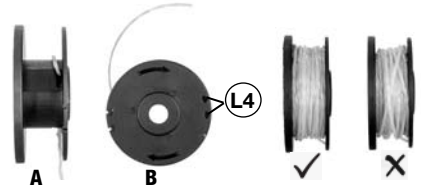

FIG 12
### REPLACEMENT DE LE FIL DE COUPE (FIG 12)
- Insérez une extrémité de la nouvelle fil dans le trou au centre de la colonne de la bobine (reportez-vous à la FIG 12-A), puis enroulez le fil autour de la bobine dans le sens indiqué sur la bobine. Voir la FIG 12-B.